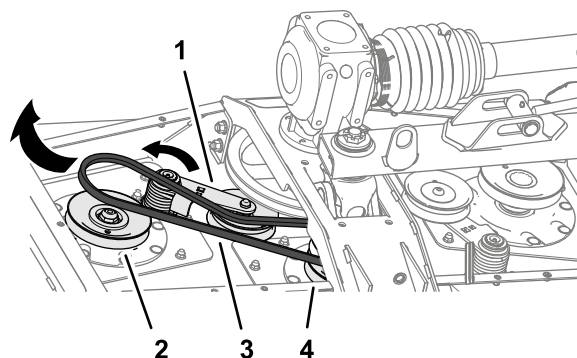

Figura 66
3. Utilice una llave de carraca u otra herramienta similar para girar el tensor de la correa corta en sentido antihorario, y retire la correa de la polea tensora (Figura 66).